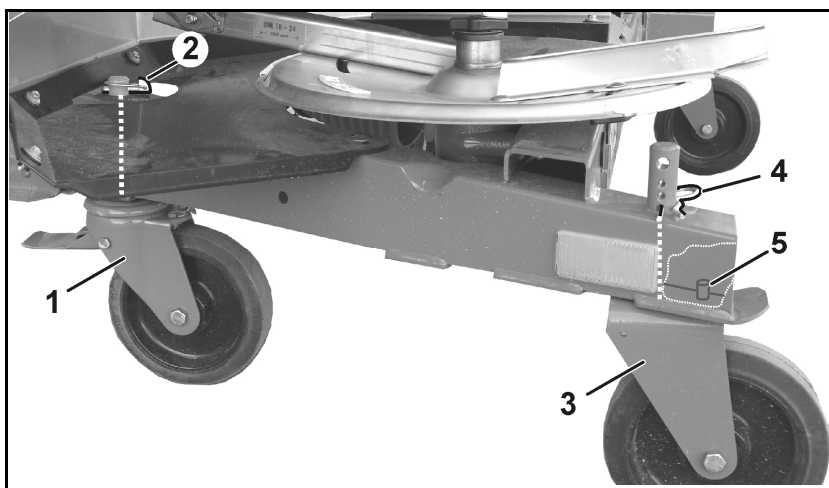

Bild 41
5. Styrbara bromsrullar (Bild 41/1) fram:
- o montera och fixera med låssprint (Bild 41/2), eller
6. Fasta rullar (Bild 41/3) bak:
- o montera och fixera med fjädersprintar (Bild 41/4) i de nedersta hålen, eller
Vid monteringen av de fasta rullarna måste man se till att bulten (Bild 41/5) går helt igenom hålet på ramen och fixerar rullarna i på längden.